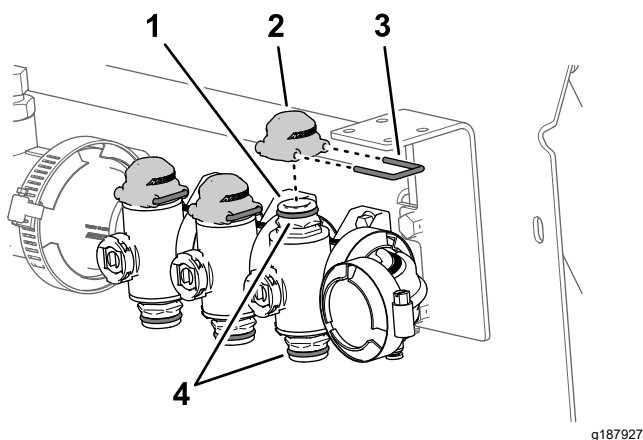

Рисунок 50
5. Смажьте верхнее и нижнее уплотнительные кольца быстроразъемных соединителей коллекторного клапана, используя консистентную смазку, поставляемую вместе с крышкой быстроразъемного соединителя (Рисунок 50).
6. Установите три крышки на три быстроразъемных соединителя на коллекторных клапанах (Рисунок 50).
7. Прикрепите три крышки к трем быстроразъемным соединителям с помощью трех держателей (Рисунок 50).